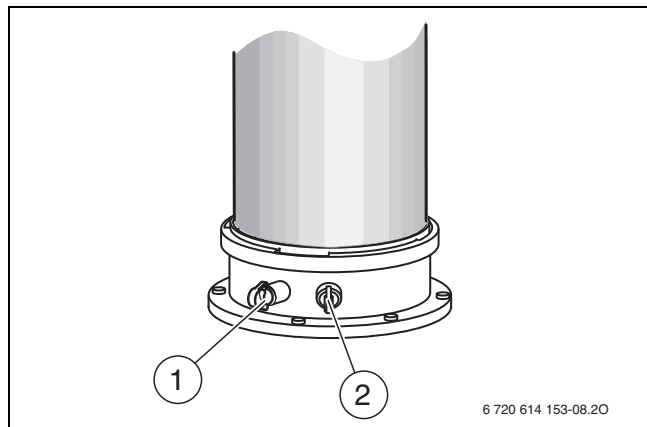

Fig. 35 Tubulure de mesure des fumées et de l'air de combustion
- ▶ Retirer le bouchon sur la tubulure de mesure de l'air de combustion (→ fig. 35,[2]).
- ▶ Retirer le bouchon de la tubulure de mesure des fumées (→ fig. 35, [1]).